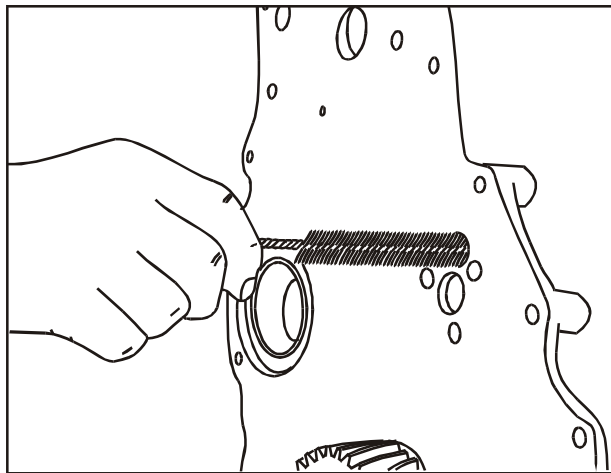

FIG 6
5. Retire o bloco do banho de imersão, passe a escova ferramenta número 81 30 008 nas galerias, **Fig. 6** lave-o novamente sob pressão e seque-o com ar comprimido.